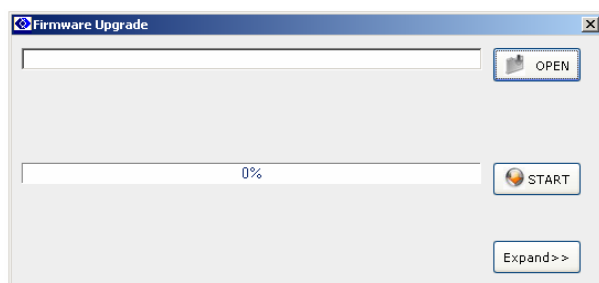
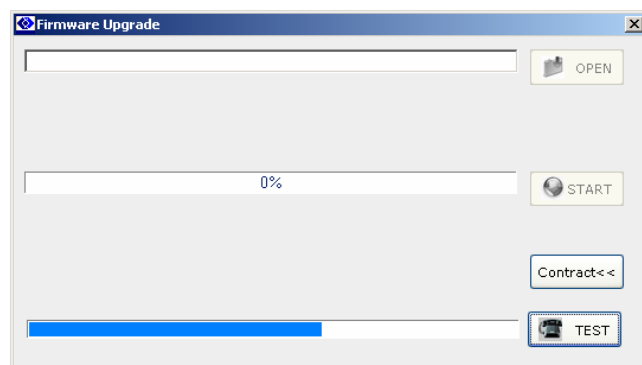

图 1
图 2
- 2) 在开始菜单中点击“Firmware Upgrade”或在升级软件安装目录下启动 Firmware Upgrade_ch.exe 升级软件, 将显示升级程序安装界面 (如图 1), 按 “展开” 键可打开为扩展界面 (如图 2), 按 “测试” 键可测试 RS232 接口线是否正常连接。若正常连接, 将在计算机上显示 “通讯正常”。按 “压缩” 键界面可恢复到初始界面;